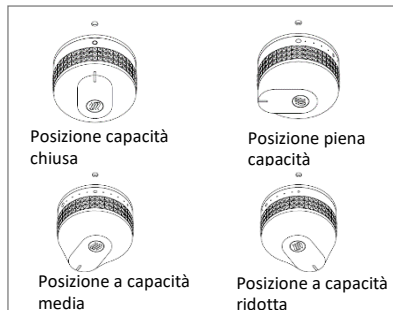

Figura 2 : Regolazione della leva di comando
6. Regolare poi a piacere l'altezza della piastra girando la o le leve di comando da calore massimo (cerchio grande) a calore minimo (cerchio piccolo) (Vedere figura 2)